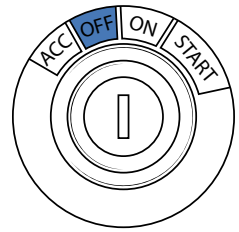

Figure 6 - Commutateur de démarrage
3. Mettez le commutateur de démarrage à la position "OFF" (Figure 6).